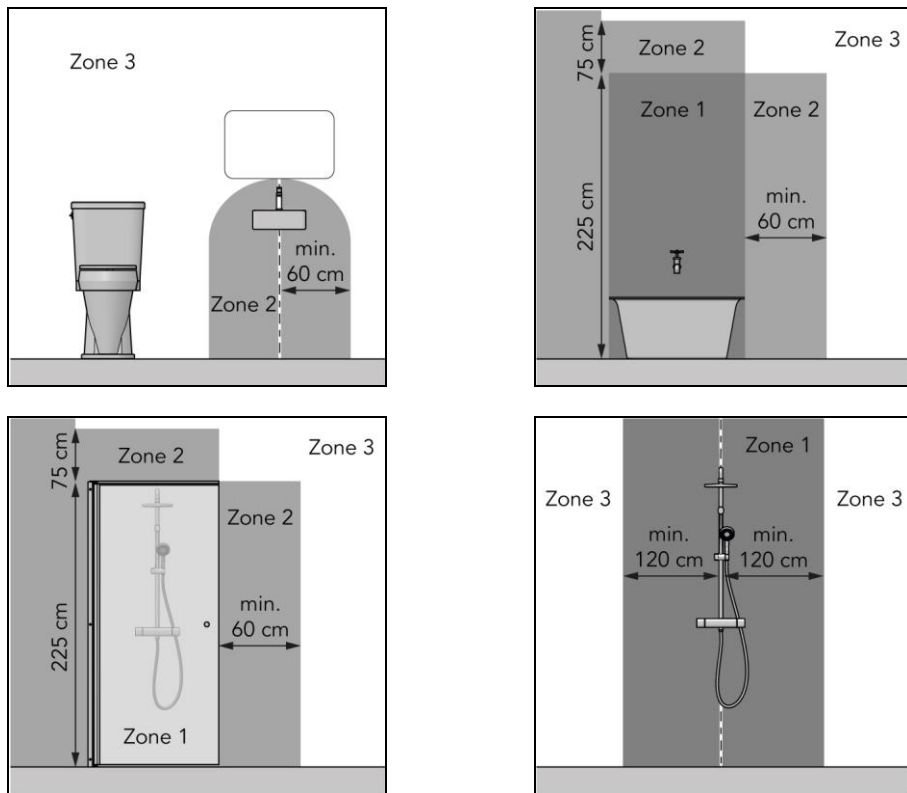

Figure 6
- dans la zone 3 d'un cabinet de toilette ou d'une salle de bain avec baignoire, douche avec écran et douche sans écran (figure 6) ;